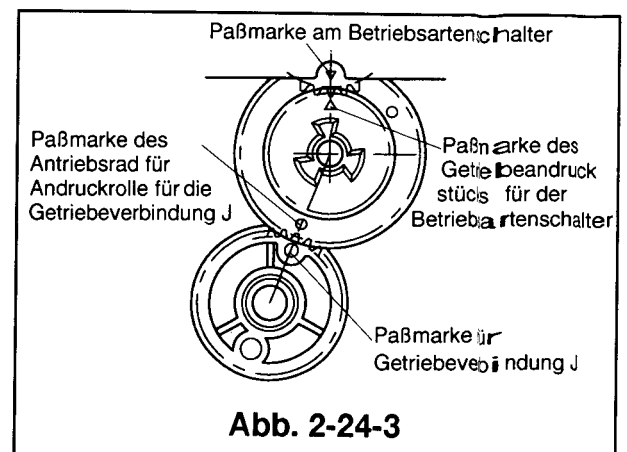

Abb. 2-24-3
- ③ Den Betriebsartenschalter nur so weit anheben, daß das Antriebsrad für die Andruckrolle installiert werden kann. Das Antriebsrad unter dem Betriebsartenschalter einsetzen. Die Paßmarken des Antriebsrades der Andruckrolle, müssen mit der Paßmarke der Getriebeverbindung J und des Betriebsartenschalters übereinstimmen. (Siehe Abb.2-24-3)